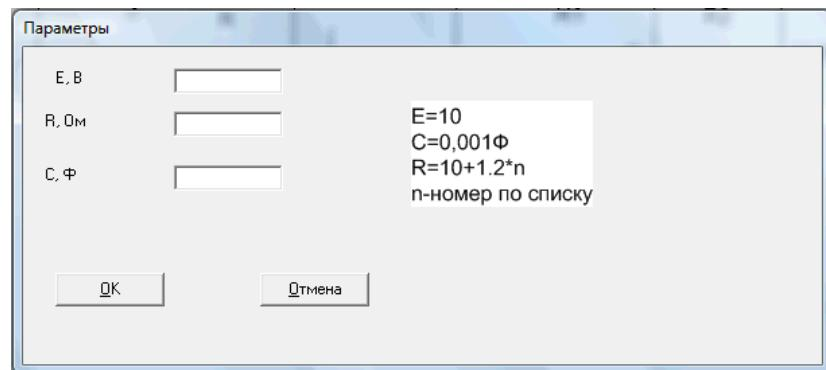

Рисунок 2 – Окно ввода начальных данных
- 2.5. Нажать на кнопку «OK» и получить переходную характеристику или графическую зависимость напряжения на конденсаторе от времени. По графикам определить установившееся значение напряжения и его свободную составляющую (рисунок 2).